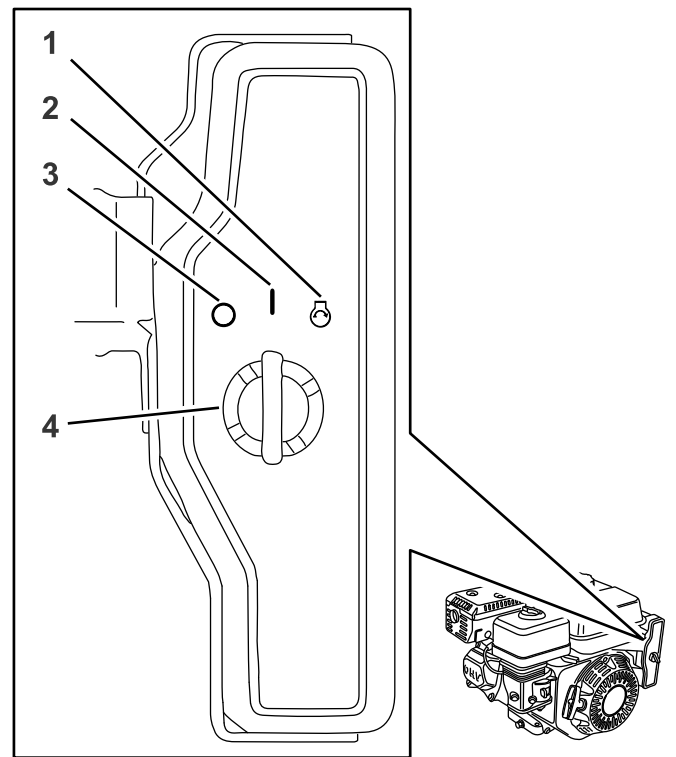

Bild 16
4. Drehen Sie den Schlüssel in die EIN-Stellung (Bild 16).
5. Stellen Sie den Schlüssel in die Stellung START und halten Sie ihn dort, bis der Motor startet (Bild 16).